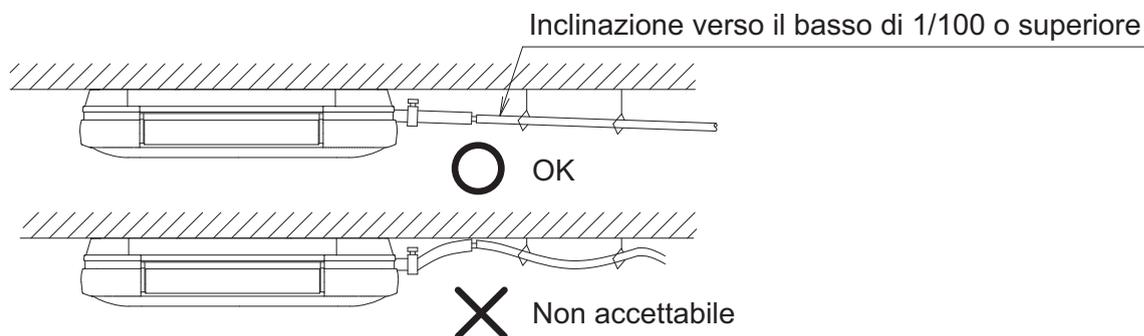

Fig. 28
- Installare la tubatura alla distanza più breve possibile con un'inclinazione verso il basso di 1/100 o superiore e senza lasciare che l'aria possa stagnare. **(Fare riferimento alla Fig. 28)** (Altrimenti potrebbe verificarsi un suono anomalo, come ad esempio un gorgoglio.)